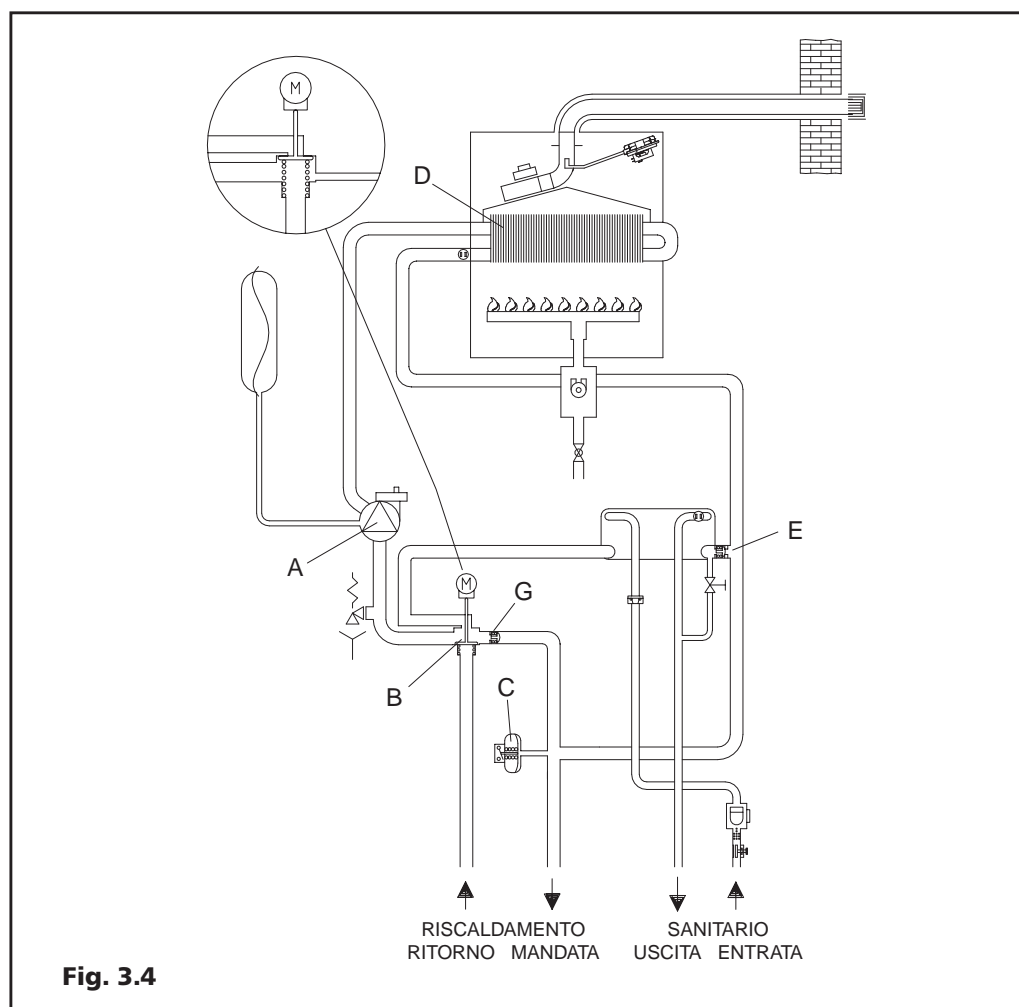

Fig. 3.4
3.3 Principio di funzionamento idraulico in riscaldamento (Fig. 3.4)